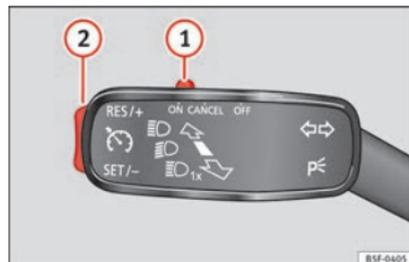

Fig. 187 Leva degli indicatori di direzione e degli abbaglianti: tasti del regolatore di velocità.
- Portare l'interruttore ① » fig. 187 nella posizione ON.
- Una volta raggiunta la velocità che si desidera programmare, premere brevemente il tasto doppio ② in posizione SET.
- Premere il tasto doppio ② » » fig. 187 » » pag. 186 in posizione RES.
- La velocità programmata può essere **ridotta**, premendo il tasto ② » » fig. 187 » » pag. 186 in posizione SET.
Il regolatore di velocità **viene disattivato temporaneamente**, portando l'interruttore ① » » fig. 187 » » pag. 186 in posizione CANCEL oppure premendo il pedale del freno o della frizione.
- Portare l'interruttore ① » » fig. 187 » » pag. 186 in posizione OFF.